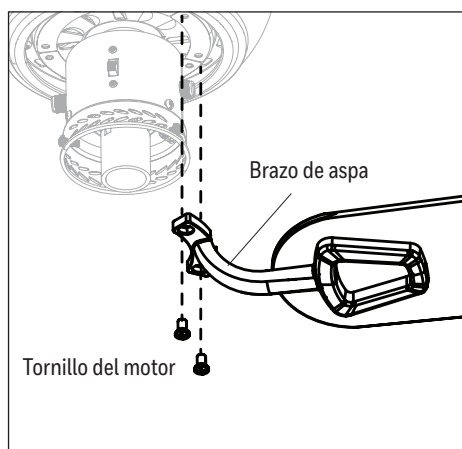

Figure 4.5
- Instale el brazo del aspa en el lado inferior del ensamblaje del motor, usando los tornillos del motor que retiró previamente. Asegurar completamente cada brazo para las aspas antes de proceder con el siguiente (Figure 4.5).